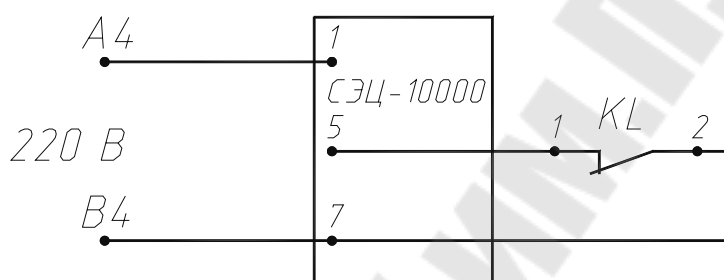

Рис. 14.6. Схема подключения секундомера
3.3.2. Собрать схему подключения секундомера (Рис. 14.6)
3.13.1. Собрать схему рис. 14.3 и подключить секундомер по рис. 14.6, включив вместо контакта *KL* контакт *KL1*.